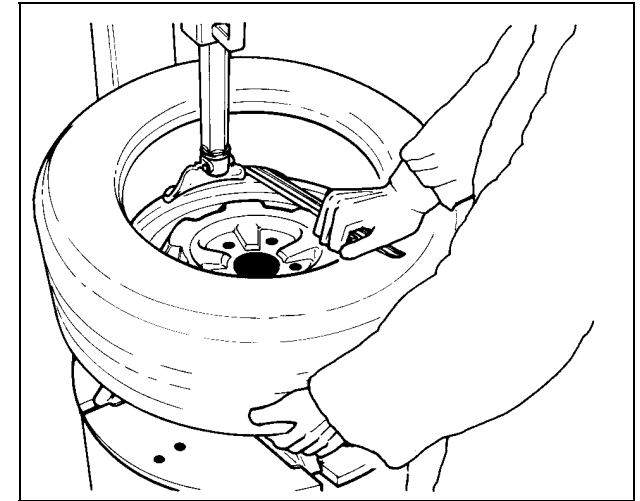

Fig. 14
H. Repeat the process for removing the lower bead. With left hand, lift the bead in position diametrically opposite the tool to keep it in the drop center (Fig.14). Move the swing arm aside and remove the tire.
Soulever le pneu de la main gauche dans une position opposée à l'outil pour maintenir le talon dans le creux (Fig.14). Déplacer le bras déporté latéralement et enlever le pneu.